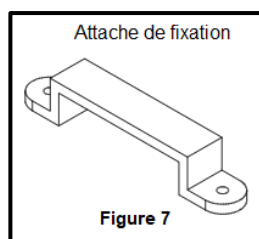

Figure 7
- Outre le dos adhésif, des attaches de fixation à visser sont également fournies avec les bandes pour emplacements humides comme moyen supplémentaire de fixation (Figure 7). Les attaches peuvent être utilisées avec ou sans dos adhésif. Utilisez des vis appropriées #3 ou similaires en fonction de la surface de montage. Ne recouvrez pas les DEL avec les attaches de fixation.